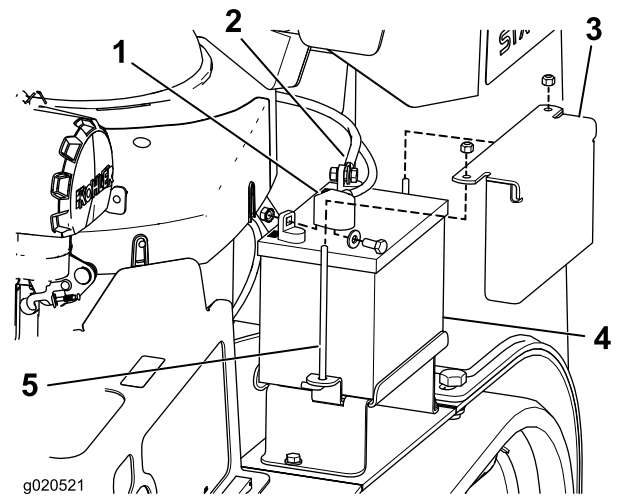

Bild 42
4. Ziehen Sie die rote Polkappe vom (roten) Pluspol der Batterie ab. Ziehen Sie dann das (rote) Pluskabel ab (Bild 42).
5. Entfernen Sie die Befestigungsplatte, die J-Schrauben und die Sicherungsmuttern, mit denen die Batterie befestigt ist (Bild 42) und nehmen sie heraus.
1. Setzen Sie die Batterie in die Maschine (Bild 42).
3. Klemmen Sie zunächst das (rote) Pluskabel am Pluspol (+) der Batterie mit einer Mutter, Scheibe und Schraube an (Bild 42). Schieben Sie die Gummiabdeckung über den Batteripol.
4. Klemmen Sie dann das Minuskabel und Erdkabel am Minuspol (-) der Batterie mit einer Mutter, Scheibe und Schraube an (Bild 42). Schieben Sie die Gummiabdeckung über den Batteripol.